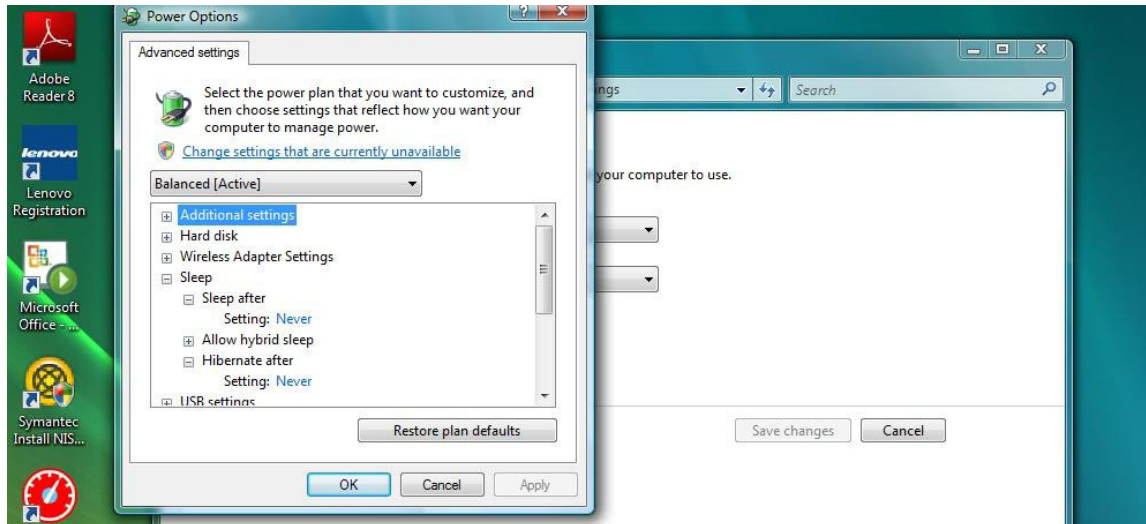

FIG. 36
5. Trouvez « Veille » (Sleep) sur la liste déroulante (FIG. 36). Changez le paramètre « Veille après » à NEVER et le paramètre « Hiberner après » à NEVER.
6. Cliquez sur le bouton Apply pour sauvegarder ces modifications. Puis, cliquez sur le bouton OK (FIG. 36).